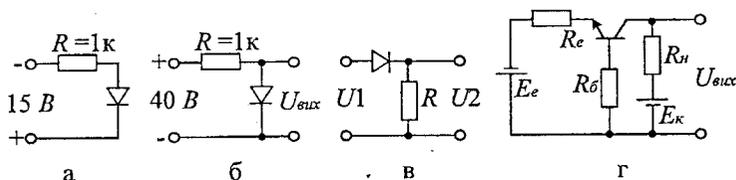

Рисунок 4.19
16. На рис. 4.19, а зображена діодна схема. Визначте напругу на діоді, вважаючи його параметри ідеальними.
17. Визначте вихідну напругу (напругу на діоді) в схемі на рис. 4.19, б при кімнатній температурі, якщо діод виготовлений з кремнію та має зворотний струм насичення  $I_0 = 10 \mu A$ .
18. На вхід схеми, яка зображена на рис. 4.19, в, подається напруга  $U_1 = U_m \sin \omega t$ . Амплітуда напруги складає  $70 B$ , опір  $R = 1 k\Omega$ . Визначте значення і форму вихідної напруги  $U_2$ . Діод вважати ідеальним для сигналу з великою амплітудою ( $R_{np} = 0, R_{zs} = \infty$ ).
19. У схемі, що наведена на рис. 4.19, г,  $R_e = 2 k\Omega, R_b = 50 k\Omega, R_c = 5 k\Omega, E_e = 6 B, E_k = 20 B$ . Знайти вихідну напругу  $U_{вих}$ , якщо зворотний струм насичення переходу колектор – база  $I_{кб0} \approx 0$ , коефіцієнт передавання струму у схемі зі спільною базою  $\alpha \approx 0,98$  ( $\alpha = I_k / I_e$ ),  $r_k \rightarrow \infty$ .